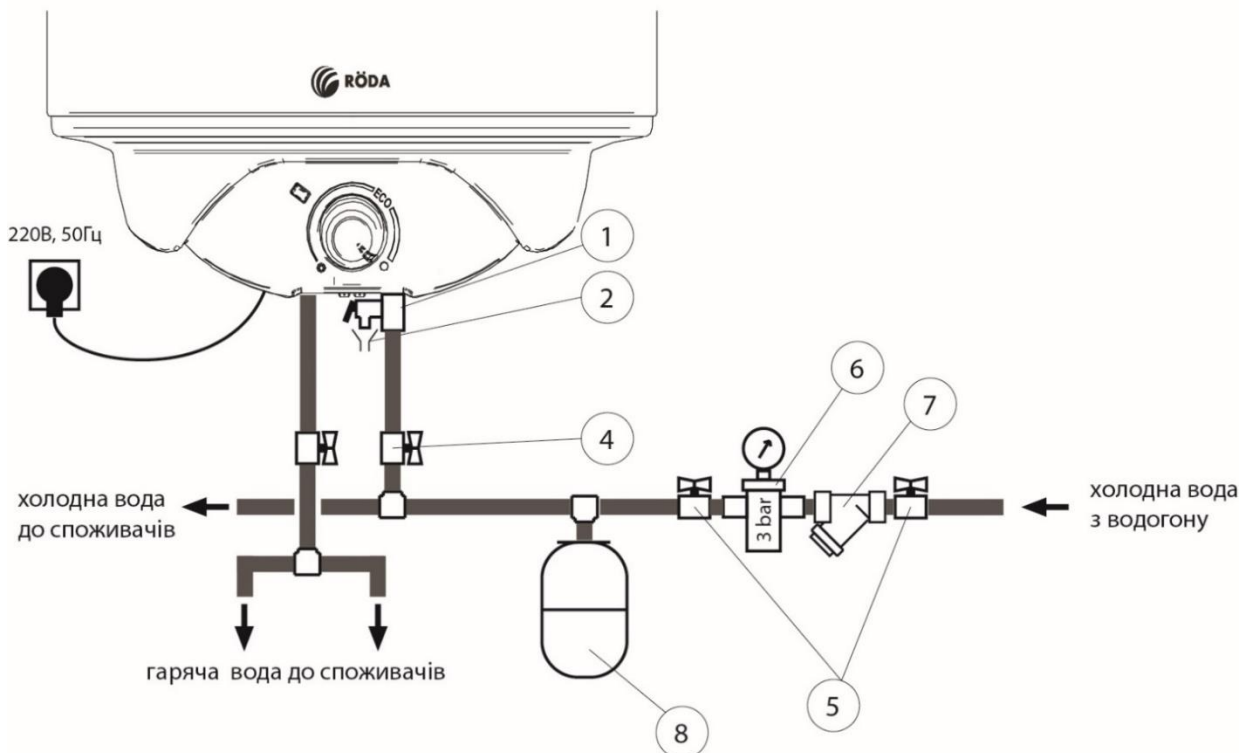

Рис.4 – Схема підключення до водогону
- Під час нагріву води з отвору викиду води запобіжного клапана може надходити вода. Це нормальне явище. Однак, у випадку великих витоків слід зв'язатися з фахівцями з технічного обслуговування. Отвір викиду води із запобіжного клапану ні за яких обставин не повинен бути заблокований, в іншому випадку це може призвести до виходу водонагрівача з ладу. При частому спрацюванні запобіжного клапану необхідно проконтролювати тиск холодної води на вході і якщо він перевищує 3 бари встановити редуктор тиску та розширювальний бак (див рис.4).
До патрубку викиду води з запобіжного клапану слід підключити гнучку трубку та вивести її до каналізації. При перевищенні максимального робочого тиску води в водонагрівачеві, запобіжний клапан відкриється та зіллє деяку кількість води в каналізацію. При цьому тиск у водонагрівачеві зменшиться. Запобіжний клапан захистить ваш водонагрівач від виходу із ладу при перевищенні тиску. Запобіжний клапан також виконує функцію зворотнього клапану, він не дозволяє воді з приладу витікати в мережу холодного водопостачання. Тому встановлювати запобіжний клапан потрібно тільки на вході холодної води під нагрівачем, як показано на рис. 4.
Відсічні крани 4 (див рис.4) призначені для відключення водонагрівача при проведенні робіт з ремонту або технічного обслуговування.